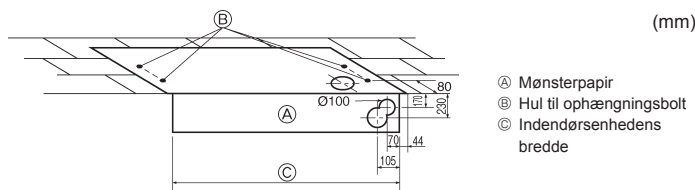

Fig. 3-3
3) Valg af placeringer af ophængsbolte og rør (Fig. 3-3)